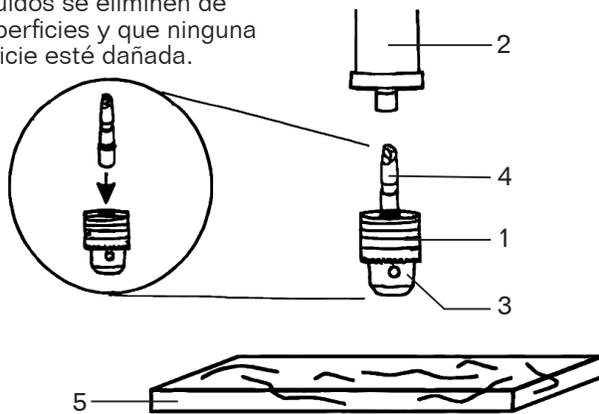

Fig. 9
INSTALE EL MANDRIL (FIG. 9)
1. Inspeccione y limpie el orificio cónico en el mandril (Fig. 9 - 1) y el husillo (Fig. 9 - 2). Retire toda la grasa, los revestimientos y las partículas de las superficies del mandril y el husillo con un paño limpio.
2. Abra las mordazas del portabrocas (Fig. 9 - 3) girando manualmente el cilindro del portabrocas en el sentido de las agujas del reloj. Asegúrese de que las mordazas estén completamente hundidas dentro del mandril.
3. Inserte el eje del mandril (Fig. 9 - 4) en la abertura en la parte superior del mandril.
4. Inserte el eje en el husillo. Gírelo hasta que la espiga del árbol (las partes planas del extremo) esté alineada con la ranura del husillo, y el mandril y el árbol se puedan empujar hacia arriba. Asiente el mandril colocando un bloque de madera (Fig. 9 - 5, no incluido) debajo del mandril y golpeando firmemente la madera una vez con un martillo. Alternativamente, golpee firmemente el mandril una vez con un mazo de goma o un martillo de golpe muerto (no incluido).